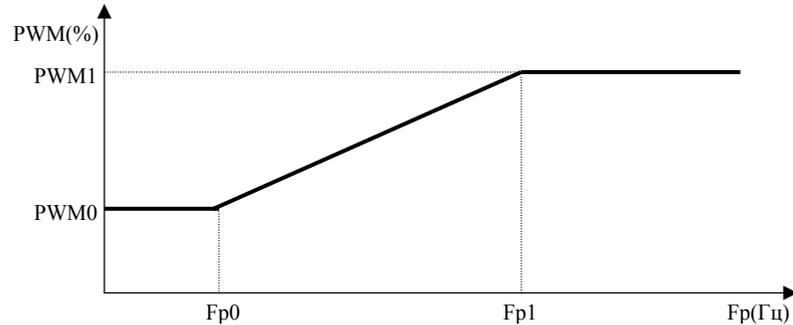

Рис. 5. Зависимость выходного напряжения от частоты и табличных параметров.
**Тип 5** - параметры кривой выходного относительного напряжения ( $PWM=f(Fp)$ ) (рис. 5).